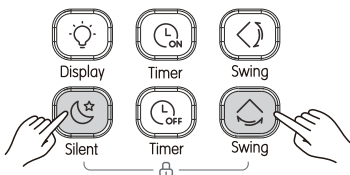

Abb. 3.19
- 1) Drücken Sie zum Verriegeln gleichzeitig auf  und  (siehe Abbildung 3.19). Jetzt erscheint das Verriegelungssymbol  an der Anzeige.